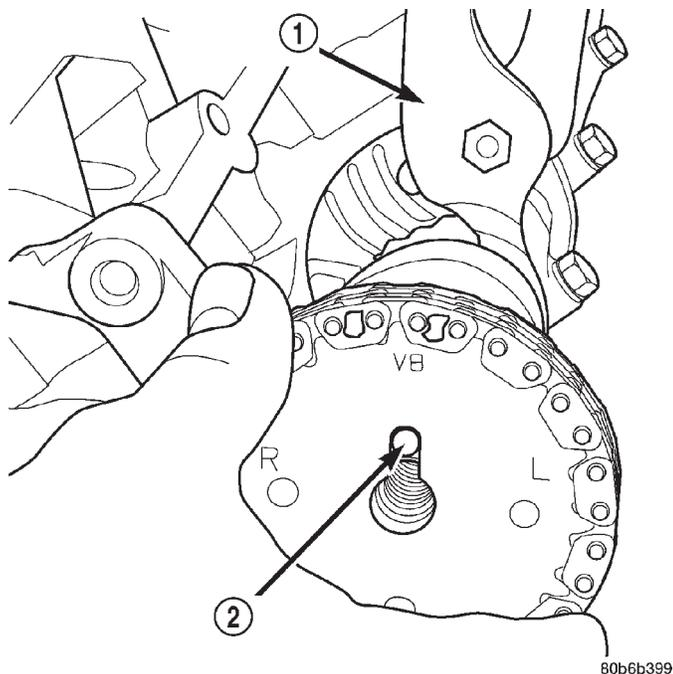

Abb. 90 Nockenwellenrad montieren
- (7) Nockenwelle mit der Zange so weit drehen, bis der Paßstift des Nockenwellenrads mit der Nut im Nockenwellenrad ausgerichtet ist. Rad auf die Welle montieren (Abb. 90).